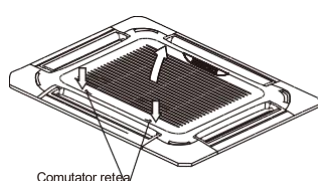

Fig.5-9
- Glisați simultan cele două comutatoare ale grilajului spre mijloc, apoi trageți-le în sus. (Consultați fig. 5-9)